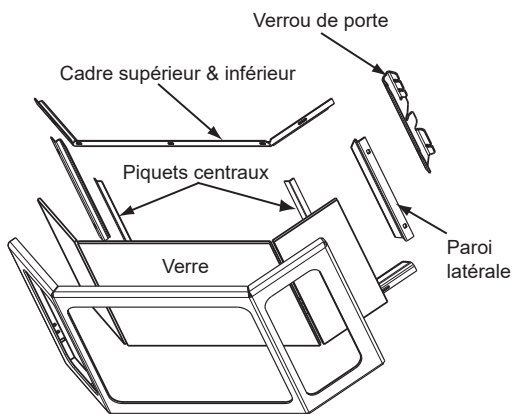

Figure 28.1
- c. À l'aide d'un conducteur à écrous, retirez-les (5) écrous du bas et retirez le cadre en verre du bas (**Figure 28.1**).